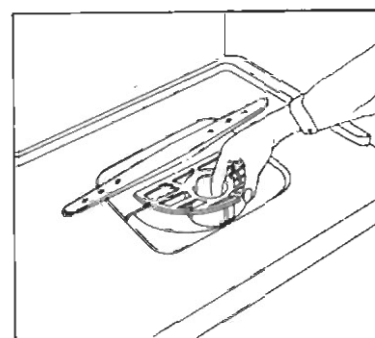

Fig. 22
- 3) Togliere il filtro esterno pozzetto (Fig. 22).
- 3) Remove the external filter (Fig. 22).
- 3) Ôter le filtre extérieur (Fig. 22).
- 3) Quitar el filtro externo de su sede (Fig. 22).
- 3) Levantar o filtro externo (Fig. 22).